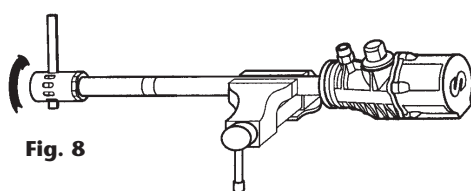

Fig. 8
2. Filterkopf (39) vom Filterrohr (42) abschrauben. (Bild 8).